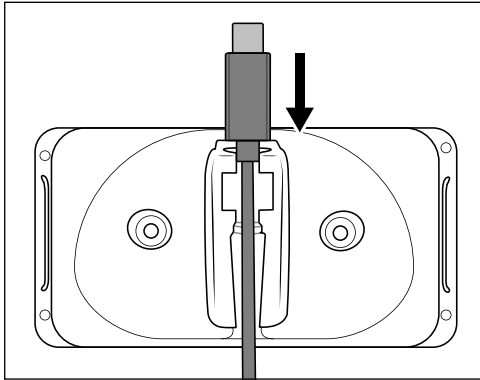
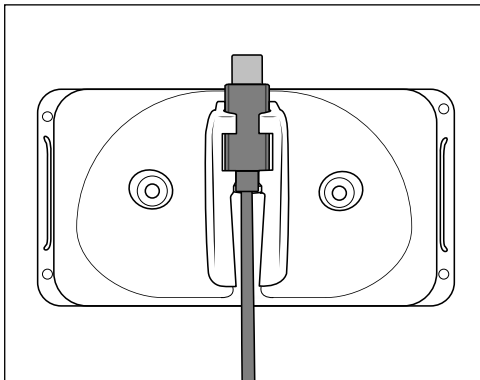

Fig. 1
Fig. 2
- Assurez-vous qu'aucune ligne électrique ou d'autres lignes ou tuyaux ne se trouvent dans le mur dans lequel vous avez l'intention de percer des trous pour fixer le support mural **③**. Il y a en effet danger de mort si vous percez une ligne électrique !
- 1) Insérez la fiche USB-C **⑤** du câble de charge USB **④** dans le support mural **③** (voir fig. 1). Poussez la fiche USB-C **⑤** vers le bas jusqu'à ce qu'elle s'enclenche dans le support mural **③** (voir fig. 2).